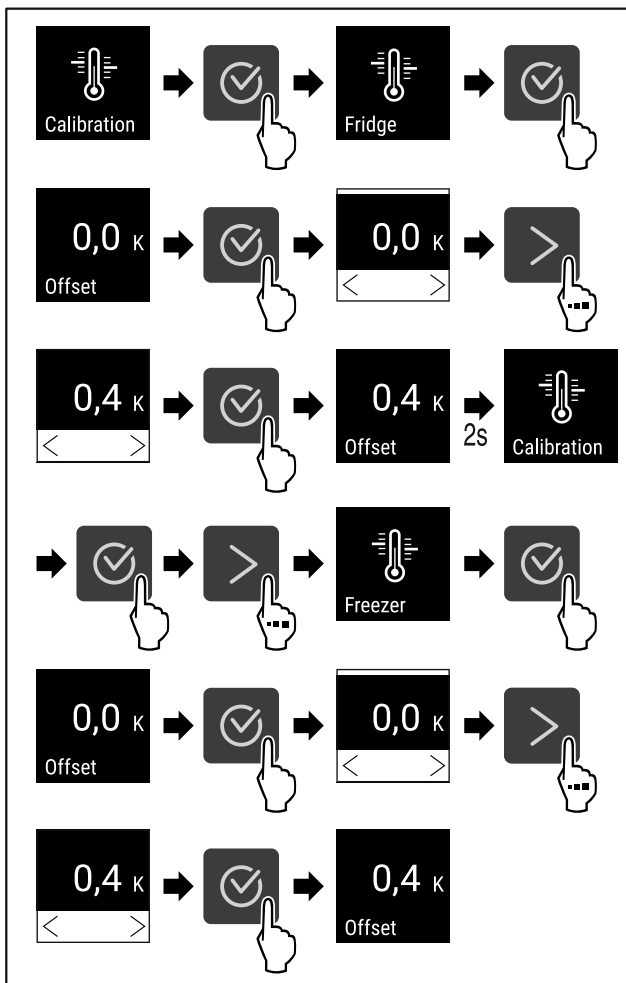

Fig. 124
- ▶ Εκτελέστε τα βήματα ενεργειών (βλέπε Fig. 124).